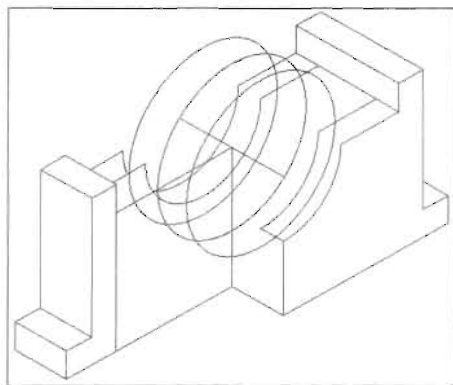

图 11-95
(8) 单击“修改”工具栏中的“复制”按钮，将上一步绘制的等轴测圆分别向正负方向复制一份，复制距离为 7mm，如图 11-95 所示。